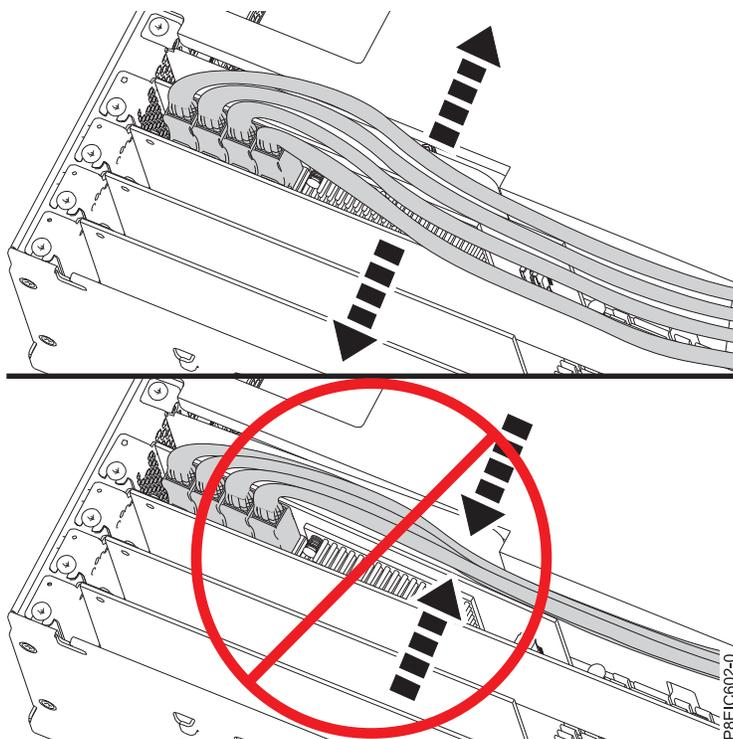

Figura 52. Roteando o cabo de sinal da unidade de disco
- f. Roteie os cabos de sinal da unidade de disco ao longo da parte superior dos adaptadores PCIe para evitar que os cabos danifiquem os adaptadores. Não roteie os cabos entre os adaptadores. Estenda os cabos para assegurar que a tampa de acesso de serviço possa ser fechada sem pinçar os cabos. Consulte Figura 52 na página 46 para obter um exemplo de como rotear os cabos ao longo da parte superior dos adaptadores PCIe. Suas conexões de cabo podem ser diferentes do Figura 52 na página 46, mas como o cabo é roteado ao longo da parte superior dos adaptadores PCIe não será diferente.